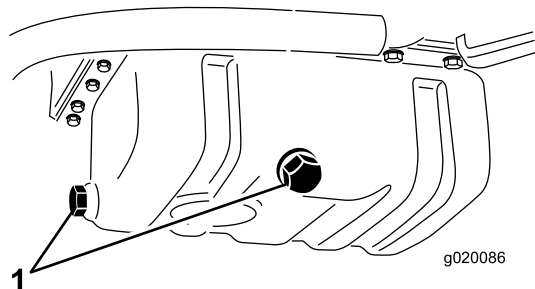

Figura 51
- Retire o tampão de escoamento (Figura 51) e deixe o óleo escorrer para um recipiente adequado. Quando o óleo parar, volte a montar o tampão de escoamento.